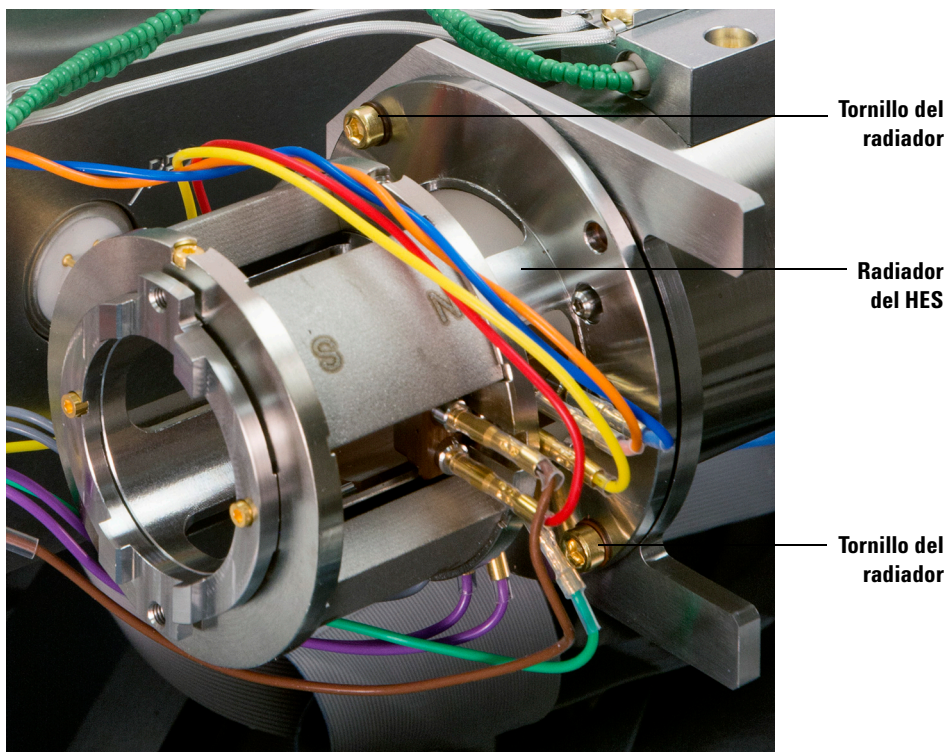

Figura 61 Retirada del radiador de la fuente EI HES
- 5 Utilice un destornillador Torx T10 para aflojar los dos tornillos que fijan el radiador al analizador y coloque el radiador en el recipiente de almacenamiento. (Consulte la Figura 61.)